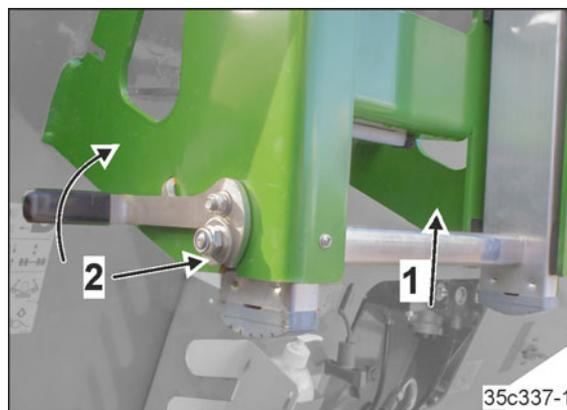

Рис. 232
1. Сдвиньте лестницу вверх (Рис. 232/1).
2. Убедитесь, что подпружиненный стопор зафиксировался (Рис. 232/2).